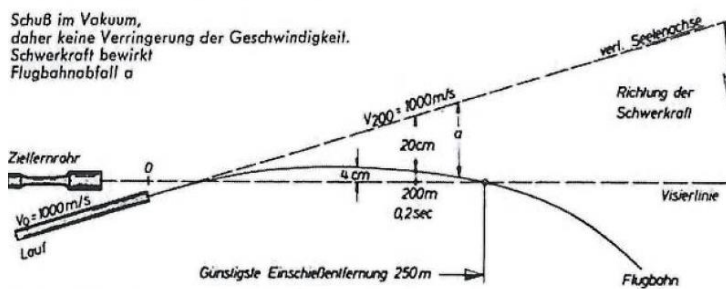

Abb.2 Flugbahn im Vakuum mit Erdanziehung
2. Der Praxis näher kommt der Schuss auf der Erde im gedachten Vakuum (Abb. 2) Die Flugbahn wird durch die Schwerkraft so gekrümmt, dass sie immer unter die verlängerte